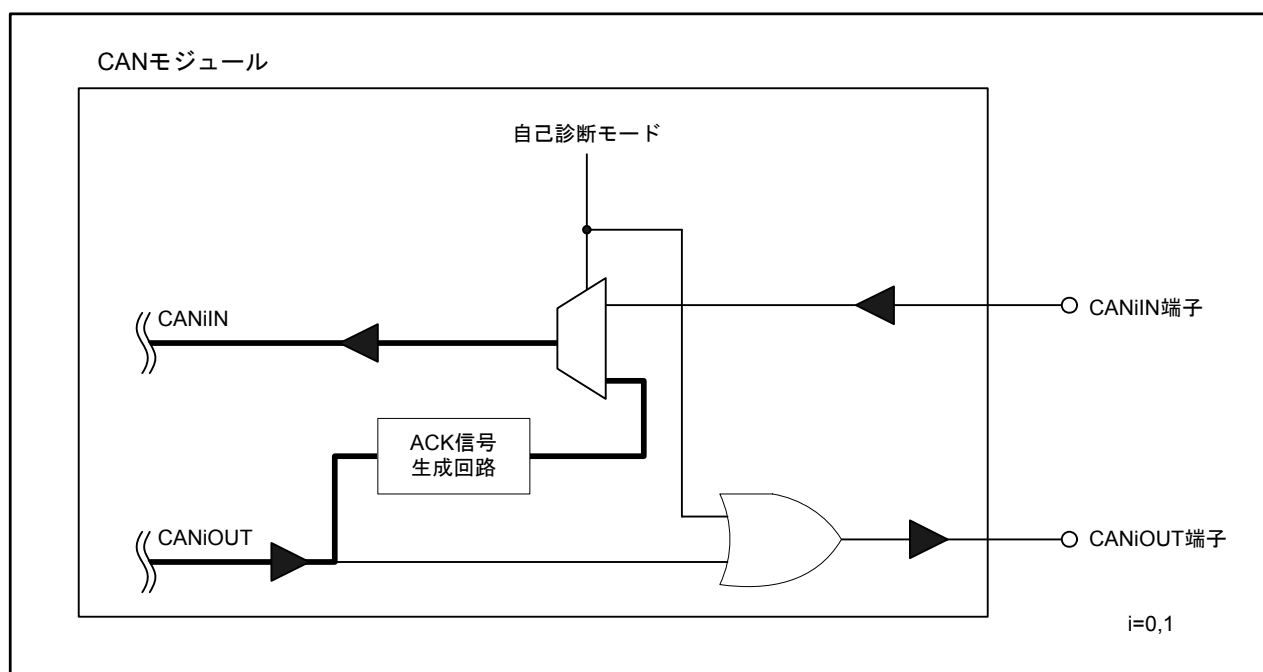

図23.20 自己診断モード
- ・自己診断モード：CANモジュール内部で、CANiOUT-CANiIN端子を接続します。ループバックモードと組み合わせることでCAN単体で通信できます。自己診断モードは、送信中もCANiOUT端子出力が“H”固定となります。図23.20に自己診断モード(イメージ図)を示します。